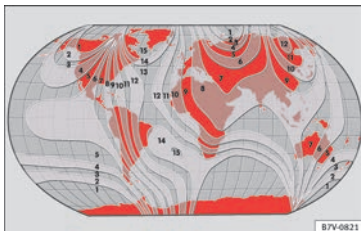

Fig. 119 Zones magnétiques.
- Sélectionnez la zone magnétique correspondant à la situation du véhicule » fig. 119.